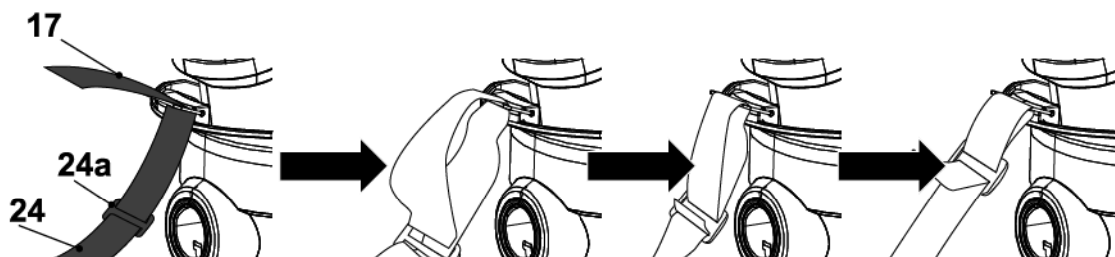

Fig. 10
- > Vuelva a enrollar los dos extremos de la correa de hombro (24) sobre sí mismos y fíjelos con los clips de la correa (24a). En la Fig. 10 se puede ver de cerca cómo se montan los extremos de la correa.